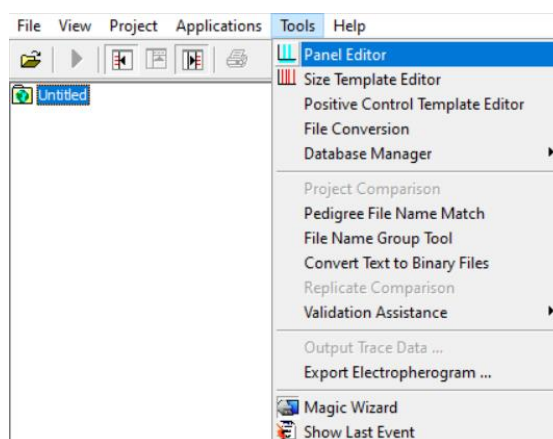

Рисунок 14
- Запустить программу **GeneMarker**. В верхнем меню выбрать «**Tools**», в выпавшем списке – «**Panel Editor**» (рисунок 14).